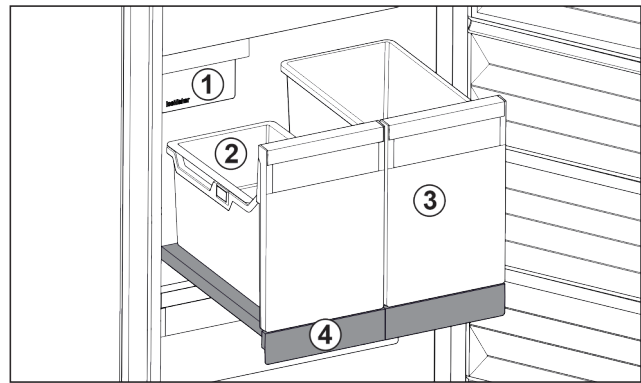

Fig. 168 Auszugsbord mit IceTower
- (1) IceMaker
- (2) Einhängeschale für Eiswürfel
- (3) Behälter für z. B. Pizza, alkoholische Getränke
- (4) Auszugsbord
Auf dem Auszugsbord sind zwei hohe Behälter (IceTower). Im Behälter Fig. 168 (2) werden Eiswürfel aus dem IceMaker gesammelt und gelagert. Behälter Fig. 168 (3) eignet sich für die Lagerung von hohen Lebensmitteln wie Pizzen oder alkoholischen Getränken.